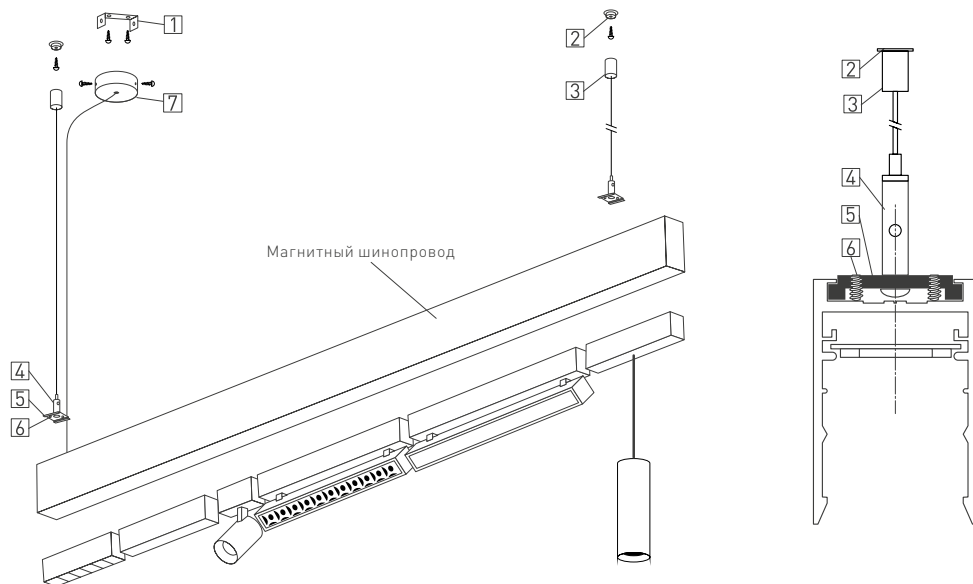

Рис. 3. Установка шинопровода на подвес
- 3.8. Установите в паз профиля скобу тросового подвеса [5] с цанговым зажимом [4] и зафиксируйте с помощью винтов [6], как показано на рис. 3.